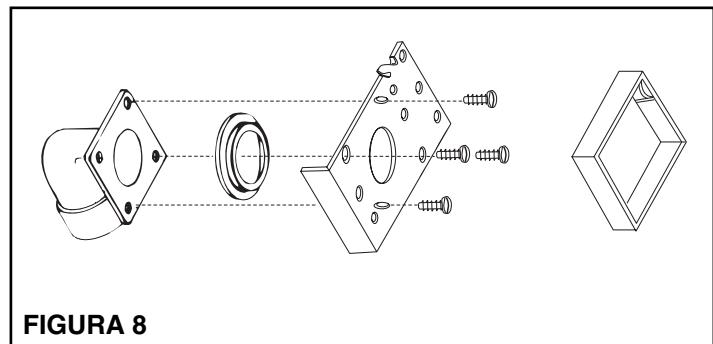

FIGURA 8
4. Véase la Figura 8. Quite el cartón del marco protector de yeso. Usando cuatro (4) de los tornillos proporcionados, sujeté el accesorio con bridales y sellado de enchufe a la parte trasera del enchufe.